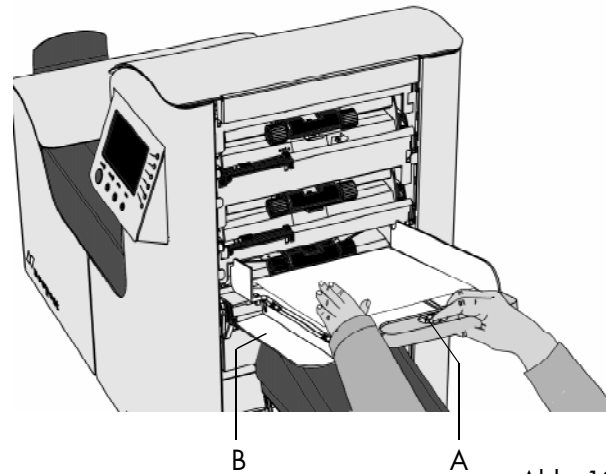

Abb. 12
- Knopf "A" (Abb. 12) nach vorne schieben, bis er einrastet.
- Linke Seitenführung B (Abb. 12) nach unten klappen.
Knopf "A" (Abb. 12) anschließend wieder zurückschieben und die linke Seitenführung nach oben klappen.